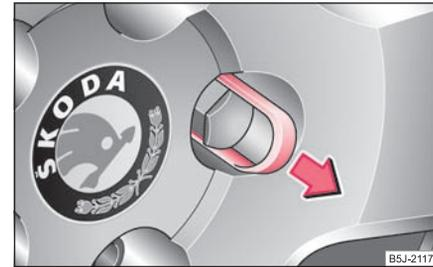

Fig. 191 Cambio de rueda: Retirar la caperuza cobertera del tornillo de rueda
- Retire el capuchón con la **grapa de plástico** ⇒ fig. 191.